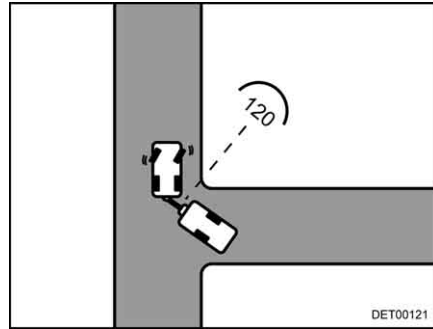

Bild 20 Anfahrt
- Sobald beide Fahrzeuge in einem Winkel von ca. 120° zueinander stehen, anhalten (Bild 20).